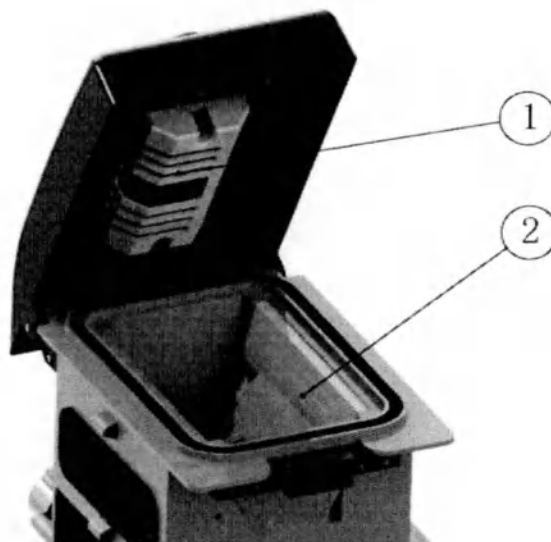

Рис. 4-1
Достаньте осушитель из флакона с тест-полосками и поместите его в верхнюю коробку для Осушителя или нижнюю коробку для осушителя в гнезде подачи ② тест-полосок; закройте крышку гнезда подачи тест-полосок (см. рис. 4-1).